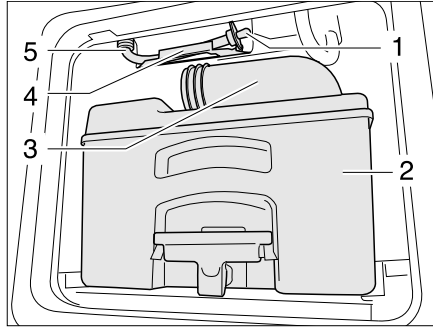

Fig. 373 Conduzione di scarico serbatoio dell'acqua toilette
- Svuotare e pulire la cassetta (Fig. 373,2) in un punto di smaltimento appositamente previsto.
- Far aprire i bocchettoni di scarico (Fig. 373,3).
- Prendere la conduzione di scarico (Fig. 373,5) dal supporto (Fig. 373,4).
- Togliere il tappo di scarico (Fig. 373,1) e far defluire l'acqua residua.